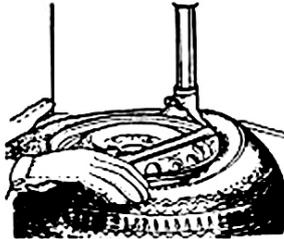

Abb.6
- Mit dem Montageeisen in Position gehalten, wie in Abb. 6 gezeigt, drehen Sie den Drehteller im Uhrzeigersinn durch vollständiges drücken des Drehrichtungspedals.
Der Reifen kann altersbedingt aus dem Montagekopf herausgeschoben werden. Um dies zu verhindern, drehen Sie den Drehteller um 1 - 2 cm gegen den Uhrzeigersinn mit dem Montageeisen in Position, wie bei Abb. 6, dem Drehen im Uhrzeigersinn.